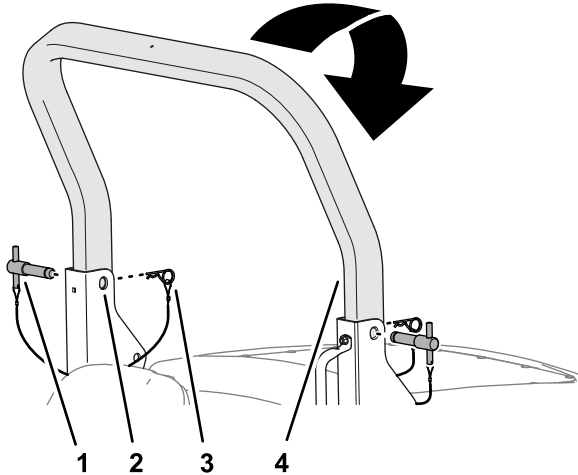

Bild 21
2. Entfernen Sie die Splinte aus den Überrollbügelstiften in den Schwenkhalterungen des unteren Überrollbügelrahmens (**Bild 21**).
3. Halten Sie das Gewicht des oberen Überrollbügels und entfernen Sie die Überrollbügelstifte aus den Schwenkhalterungen (**Bild 21**).